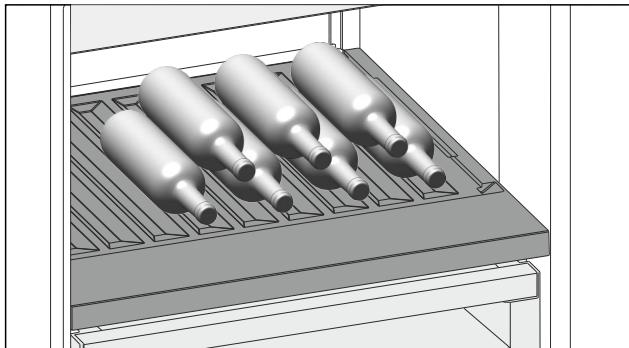

Fig. 157
- ▶ 将瓶底向后对着后壁放入瓶子。[参见 Fig. 157]